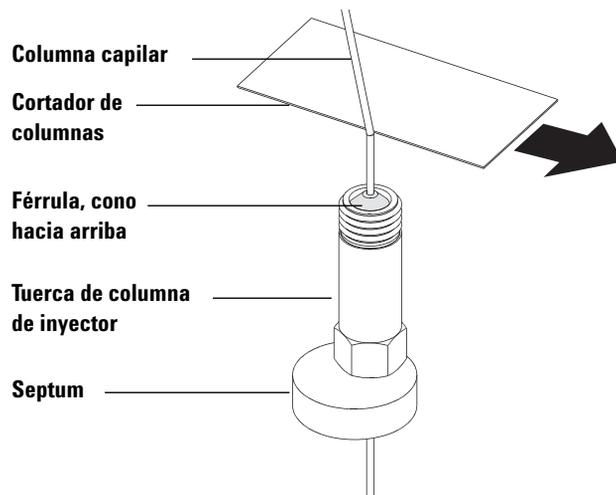

Figura 3 Acondicionamiento de una columna capilar para su instalación
- 2 Utilice guantes limpios e inserte un septum, una tuerca de columna y una férrula acondicionada en el extremo libre de la columna (Figura 3). El extremo cónico de la férrula debería estar dirigido hacia el lado opuesto de la tuerca de la columna.